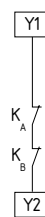

Abb. 4
**Automatischer Start (siehe Abb. 4)**